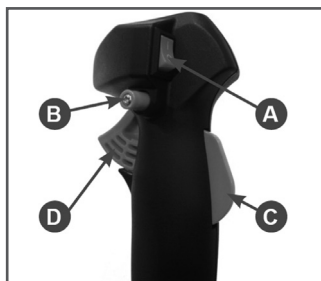
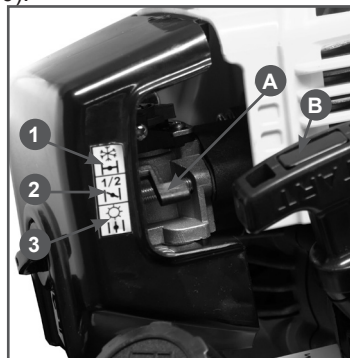

Рис. 9 Рукоятка управления
Рис. 10 Рычаг воздушной заслонки
4. Установите выключатель А в положение «I» (Рис. 9).
5. Нажмите одновременно на стопорный рычаг С и рычаг газа D. Зафиксируйте рычаг газа в нажатом состоянии кнопкой В (Рис. 9).
6. Установите рычаг воздушной заслонки (А) в верхнее положение 1 (Рис. 10).
7. Проверните коленчатый вал двигателя ручным стартером с помощью ручки В (Рис. 10) до тех пор, пока не почувствуете сопротивление, затем медленно опустите ручку стартера вниз. Снова медленно потяните за ручку стартера, пока не почувствуете, что стартер вошел в зацепление с маховиком, после чего, резко и с усилием потяните за ручку стартера и запустите двигатель. Двигатель запускается только на короткое время и сразу глохнет. При необходимости повторите. После запуска двигателя медленно и плавно верните ручку стартера на место.
8. После первой вспышки переведите рычаг воздушной заслонки в среднее положение 2 (Рис. 10). Проверните коленчатый вал двигателя ручным стартером до тех пор, пока не почувствуете сопротивление, затем медленно опустите ручку стартера вниз. Снова медленно потяните за ручку стартера, пока не почувствуете, что стартер вошел в зацепление с маховиком, после чего, резко и с усилием потяните за ручку стартера. Повторите это действие 1-3 раза, двигатель должен запуститься.
9. После запуска переведите рычаг газа в режим холостого хода. Для этого необходимо быстро нажать и отпустить рычаг газа D (кнопка блокировки В при этом освободится) (Рис. 9). Прогрейте двигатель в течение 30 секунд. Рычаг воздушной заслонки при этом находится в положении 2, затем переведите рычаг заслонки в положение 1 (Рис. 10).
4. Переверните устройство свечным отверстием вниз и зафиксировав рычаг газа в нажатом состоянии кнопкой В (Рис. 9), несколько раз сильно и часто дерните за ручку стартера для удаления лишнего топлива из цилиндра.
2. Дайте двигателю поработать без нагрузки в течение 15-20 секунд, затем заглушите двигатель, установив выключатель зажигания А (Рис. 9) в положение «О» (ВЫКЛЮЧЕНО).